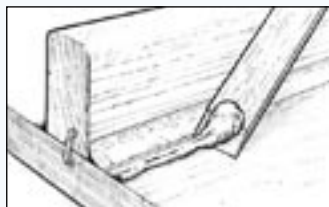

Рис.14. Удалите избыточное количество материала за пределами шва
3. Удалите избыточный материал с наружной стороны при помощи палочки для смешивания или ножа (Рисунок 14). Поверх скругленного шва может наноситься стекловолоконный материал или пленка (перед тем, как смесь застынет или после того, как смесь застынет и будет отшлифована).